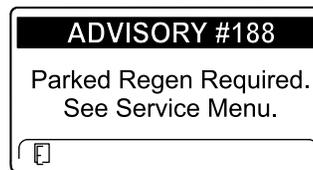

Figura 19
- Richiesta di rigenerazione parcheggiata ADVISORY #188 (Figura 19)